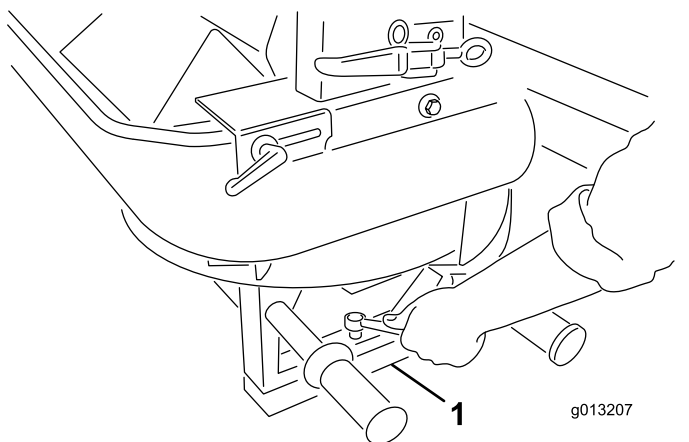

Figura 6
5. Rimuovete le 4 viti dalle gambe dello spargitore doppio. Con l'aiuto di un collega, sollevate lo spargitore doppio e rimuovete i prigionieri e la gomma espansa di imballaggio (Figura 6).